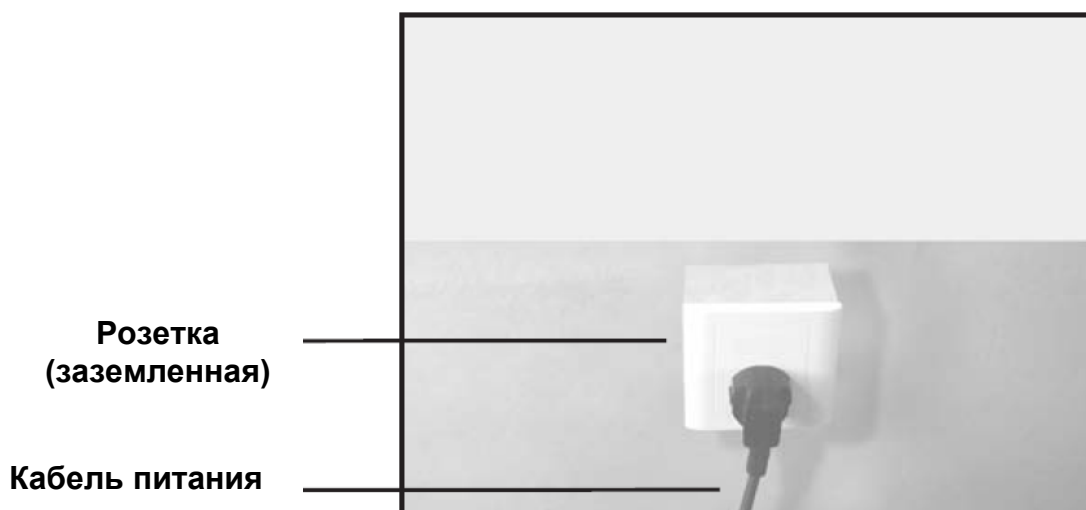

Рисунок 30
1. Для надежной и безаварийной работы металлодетектора необходимо использовать источник питания с заземляющим проводом (рисунок 30).